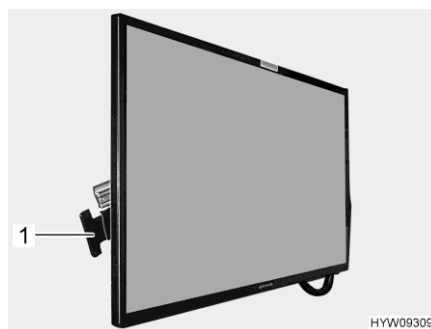

Fig. 68 Pantalla plana
- Presionar el tirador (Fig. 68,1) en el sentido a la pantalla plana y mantenerlo ahí. La pantalla plana está desbloqueada.